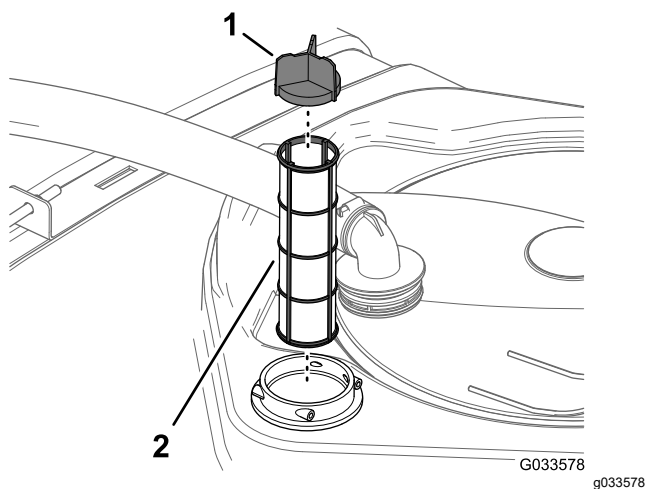

Figura 59
4. Remova o filtro de sucção antigo do compartimento do filtro no tanque (Figura 59).